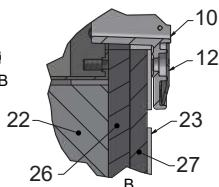

Figure 10.
- Appliquer le composé d'étanchéité approprié sur le joint entre la bride de coulée et le boîtier du déversoir (voir figure 10).